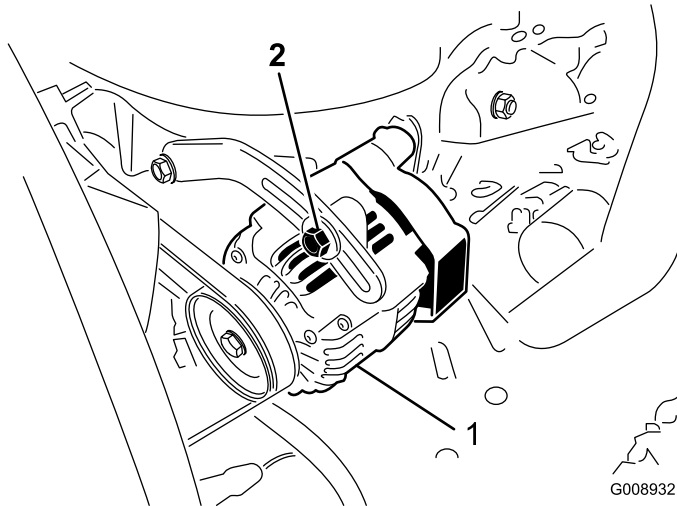

図 52
ベルト 図 52 は100運転時間ごとに劣化状態と張りを点検します。
2. たわみが10mmでない場合には、オルタネータ取り付けボルトをゆるめる 図 52。適当な張りに調整してボルトを締める。ベルトのたわみが適切に調整されたことを確認する。